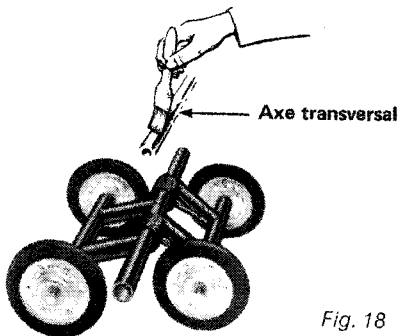

Fig. 18
4. Vaporisez les ressorts du boggie et l'axe transversal avec du protecteur à métal Ski-Doo*; à défaut, essayez avec un chiffon imbibé d'huile. Si l'axe transversal est tordu ou usé, remplacez-le. Enduisez-le de graisse basse température. (Voir Fig. 18).